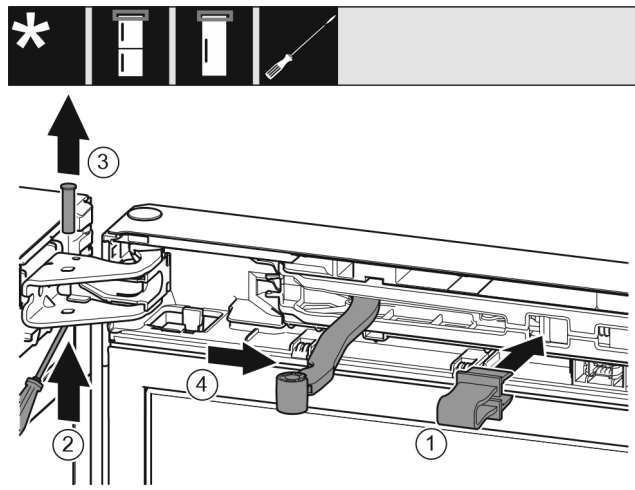

Fig. 9
- Sikringen skal klikke på plass i åpningen. Fig. 9 (1)
- Skru ut boltten med skrutrekker. Fig. 9 (2)
- Trekk ut boltten oppover. Fig. 9 (3)
- Dreii leddet i retning døren. Fig. 9 (4)